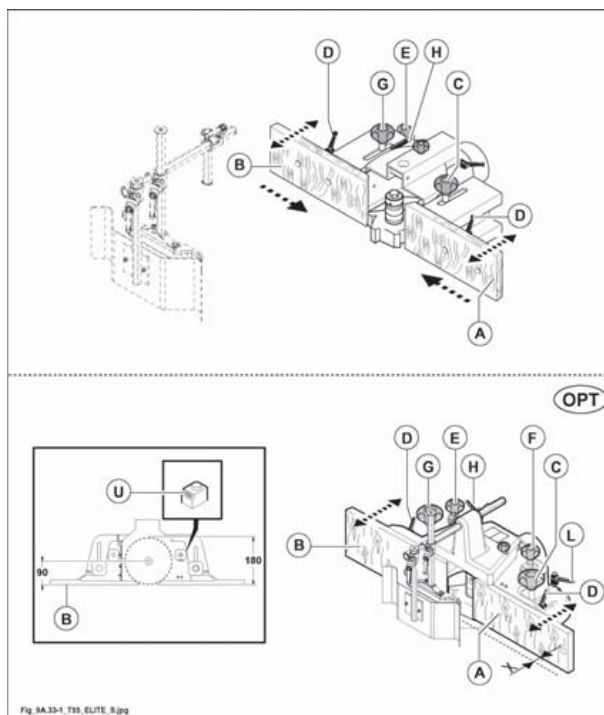

Fig. 9.33-1
Regolazione contemporanea delle guide A e B (fig. 9.33-1).
- Registrare la guida (A fig. 9.33-1) tramite pomello (E fig. 9.33-1) previo allentamento del pomello (C fig. 9.33-1).
- Registrare la guida (B fig. 9.33-1) tramite pomello (E fig. 9.33-1) previo allentamento del pomello (G fig. 9.33-1).
- Le semiguide (A e B fig. 9.33-1) devono essere il più vicino possibile all'utensile (circa 2-3 mm). Per effettuare questa regolazione agire sulle maniglie (D fig. 9.33-1) poste dietro alle rispettive semiguide.
Leggere lo scostamento fra le due tavolette sull'indice (H fig. 9.33-1). Quando l'indice è posizionato sullo "0" le guide sono allineate fra di loro.
- A regolazione eseguita serrare i pomelli C e G (fig. 9.33-1).
- Accertarsi che la leva H e il pomello E siano bloccati (fig. 9.33-1).
- Allentare i pomelli G e C e la leva L (fig. 9.33-1).
- Registrare le guide tramite il pomello F (fig. 9.33-1).
Il valore visualizzato sull'indicatore (U fig. 9.33-1) corrisponde alla distanza dal centro dell'albero toupie alla tavoletta (B fig. 9.33-1). Se l'utensile è a filo della tavoletta (B fig. 9.33-1) questa misura coincide col suo raggio.
- A regolazione eseguita serrare i pomelli C e G e la leva L (fig. 9.33-1).